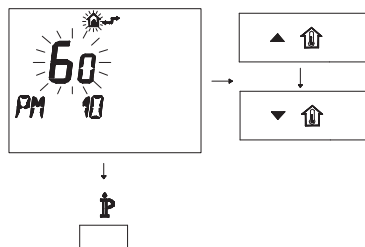

Figura 5.68
- Per modificare il SET programmato agire sui pulsanti ▲  o ▼  e aspettare che il numero programmato cominci a lampeggiare (Figura 5.68).